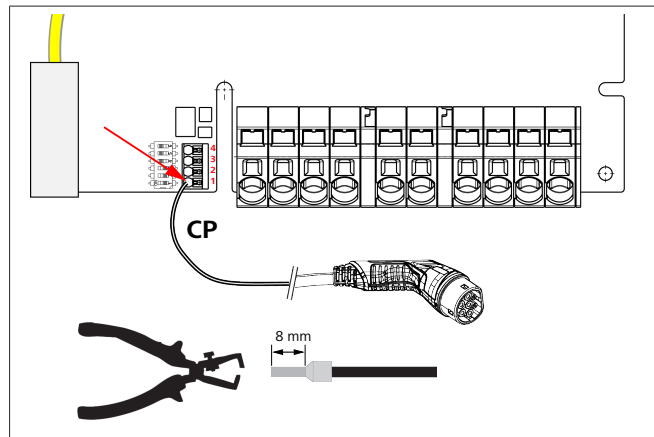

Fig. 7
9. Cu ajutorul șurubelniței stea (3,5 mm), conectați capetele individuale ale cablului conform indicației din imaginea (Fig. 7) de pe regleta de conexiuni dreaptă, cu inscripția „OUT”.